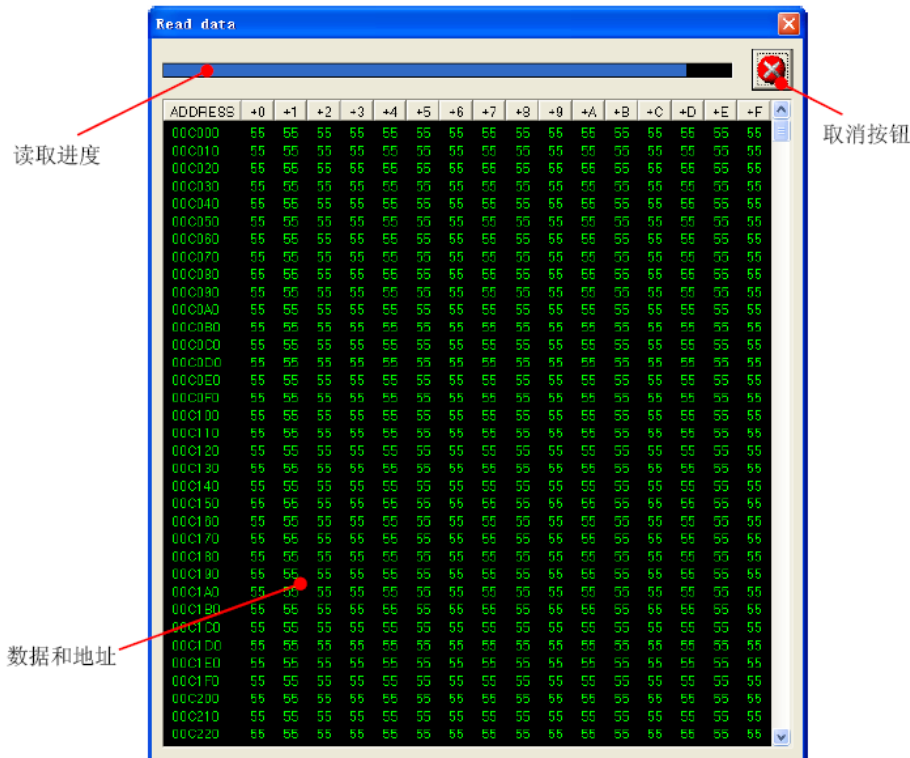

图 2.7 读取数据对话框
2) 设定读取0xC000~0xFFFF的内容。单击“OK”按钮。编程软件将弹出如图2.7所示的读取数据显示对话框，并开始读取数据。